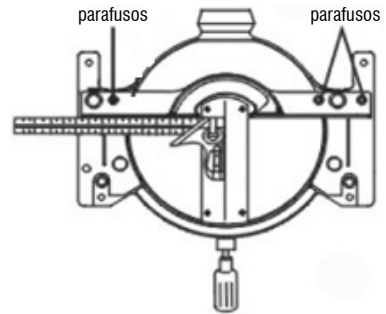

Fig. 11 – Ajuste do esquadro da máquina
- Com o auxílio de um esquadro de  $90^\circ$ , verifique se a lâmina está no esquadro (fig. 11);
- Caso a máquina não esteja no esquadro, solte os parafusos do esquadro (fig. 11) e desloque até obter  $90^\circ$  entre o esquadro e a lâmina.